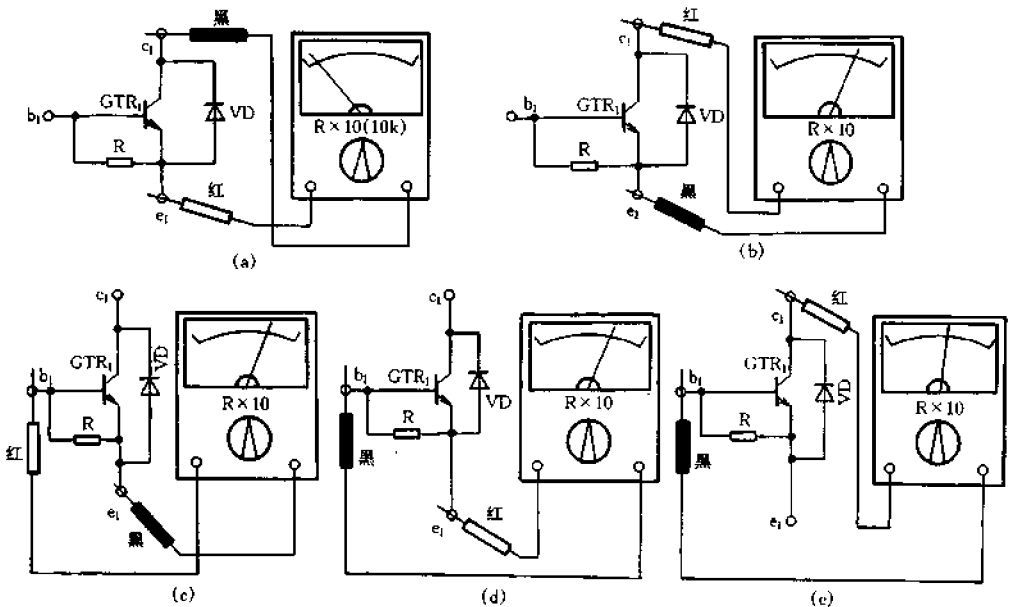

图 4-136 检测 ST100Y2 型 GTR 的方法
现举一个具体实例来说明检测方法。被测管型号为 ST100Y2, 它的内部包含两只 GTR, 均为 NPN 型管。测试方法如图 4-136 所示 (仅以 GTR1 为例, 使用 500 型万用表 R × 10 挡)。下面依次叙述检测步骤。
(1) 参见图 4-136(a), 将红表笔接发射极  $e_1$ , 黑表笔接集电极  $c_1$ , 万用表指示的电阻值为  $\infty$ , 表明 GTR1 的穿透电流很小。再将万用表换用 R × 10k 挡复测  $c_1$  和  $e_1$  之间的电阻, 为 10MΩ, 说明  $c_1$  和  $e_1$  间无断路现象。
(2) 参见图 4-136(b), 将万用表拨回 R × 10 挡, 红表笔接  $c_1$  极, 黑表笔接  $e_1$  极, 电阻值为 43Ω。此时测得的实际上是保护二极管 VD 的正向电阻值。
(3) 参见图 4-136(c), 将万用表红表笔接  $b_1$  极, 黑表笔接  $e_1$  极, 电阻值为 60Ω。此值是管子内部  $b_1$  和  $e_1$  极之间泄放电阻 R 的阻值。
(4) 参见图 4-136(d), 将红表笔接  $e_1$ , 黑表笔接  $b_1$ , 测得阻值为 57Ω。此值是发射结的正
(5) 参见图 4-136(e), 将红表笔接  $c_1$  极, 黑表笔接  $b_1$  极, 测得电阻值为  $195\Omega$ 。此值为集电结的正向电阻值。接着, 交换红、黑表笔再测, 反向电阻值为  $\infty$ , 表明集电结完好。